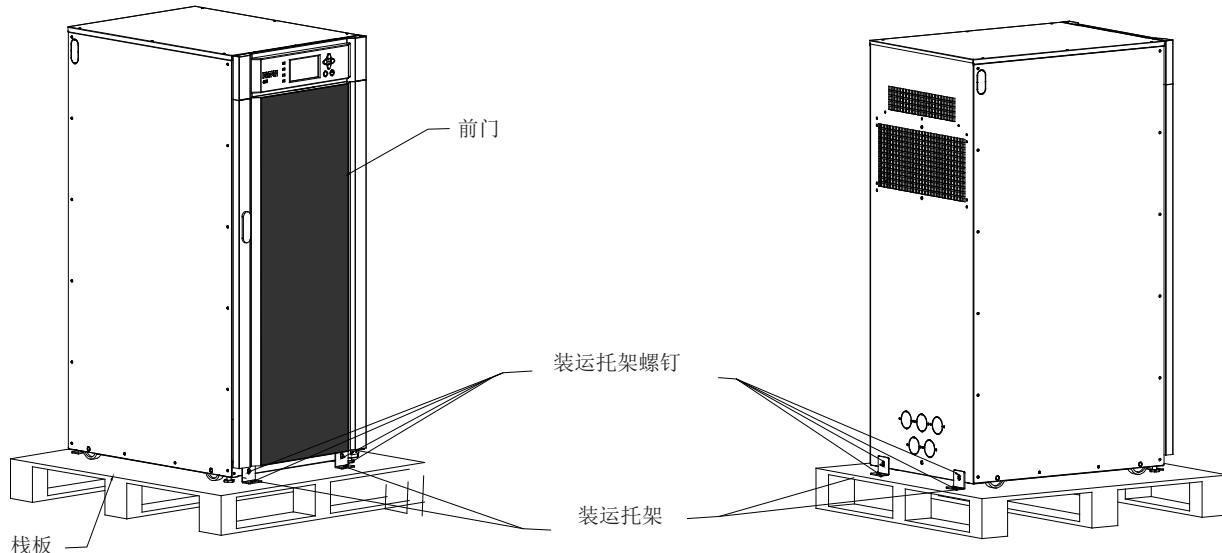

图 4-1：拆除装运托架
3. 拆除机柜前侧固定装运托架及托架固定在栈板上的螺钉（见图 4-1），如果要永久安装机柜，请保存好装运托架和固定五金件，以备后用。
5. 拆除机柜后侧的固定装运托架及将托架固定到货盘上的螺钉（见图 4-1），如果要永久安装机柜，请保存好装运托架和固定五金件，以备后用。
11. UPS 机器需用原来的五金件重装第 3 和第 5 步中拆掉的机柜前后两侧的装运托架（见图 4-1）。